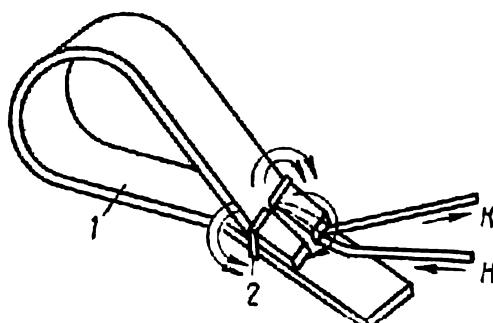

Рис. 31. Схема обшивки петли:
5.2.115. Прогладить ленту утюгом. Выбрать участок без дефектов и отрезать кусок длиной 140 мм. Обшить нитками № 40 конец ленты под валик нижней шторки, сделав петлю по старому образцу. Обшивку петли производить согласно рис. 31, концы нитки завязать двойным узлом, излишки отрезать. Обшитый конец промазать казеиновым kleем «Экстра» и обжать, излишки kleя снять и дать ленте просохнуть на воздухе. От конца обшитой пет-